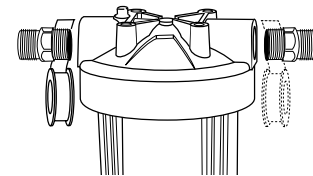

Figura 1
3. **Coloque cinta PTFE alrededor de los adaptadores machos de compresión de 1 pulg. (a la derecha, vea la Figura 1) y enrósquelos con firmeza al cabezal del filtro. No use solvente para tuberías (compuestos lubricantes) ya que ciertos tipos podrían causar daños a los accesorios de plástico. No los apriete demasiado ya que podría causar daños al cabezal del filtro. Daños a la unidad podría resultar en daños a la propiedad debido a la pérdida de agua.**